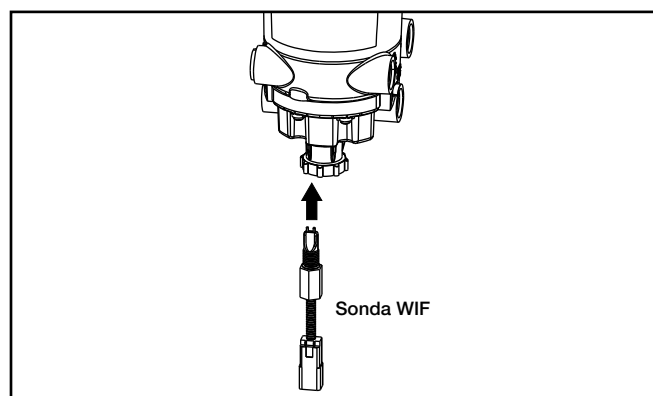

Figura 4 – Instalação da Sonda WIF
- Instale a Sonda WIF (3911940 S) dentro da parte inferior do Diesel Pro (veja Figura 4). Torque de 20-24 in-lbs (2.3-2.8 N•m).